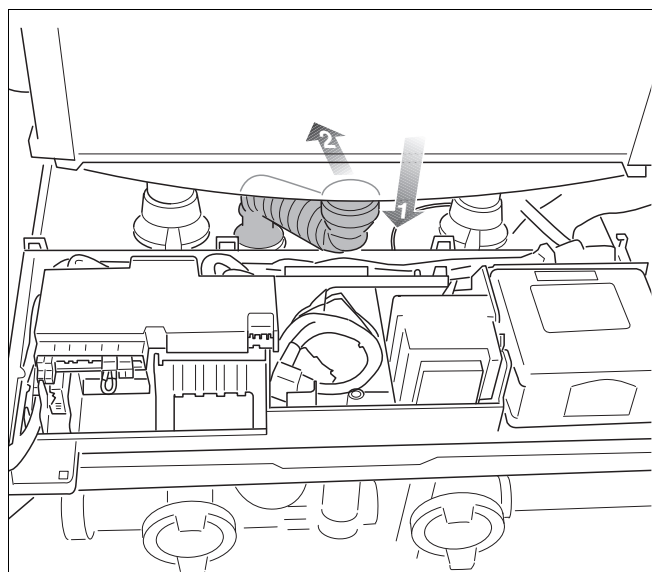

Fig. 87 Ribbel slang voor condenswaterafvoer verwijderen
- Trek de condensleiding naar beneden en buig deze naar achter (→ fig. 87).